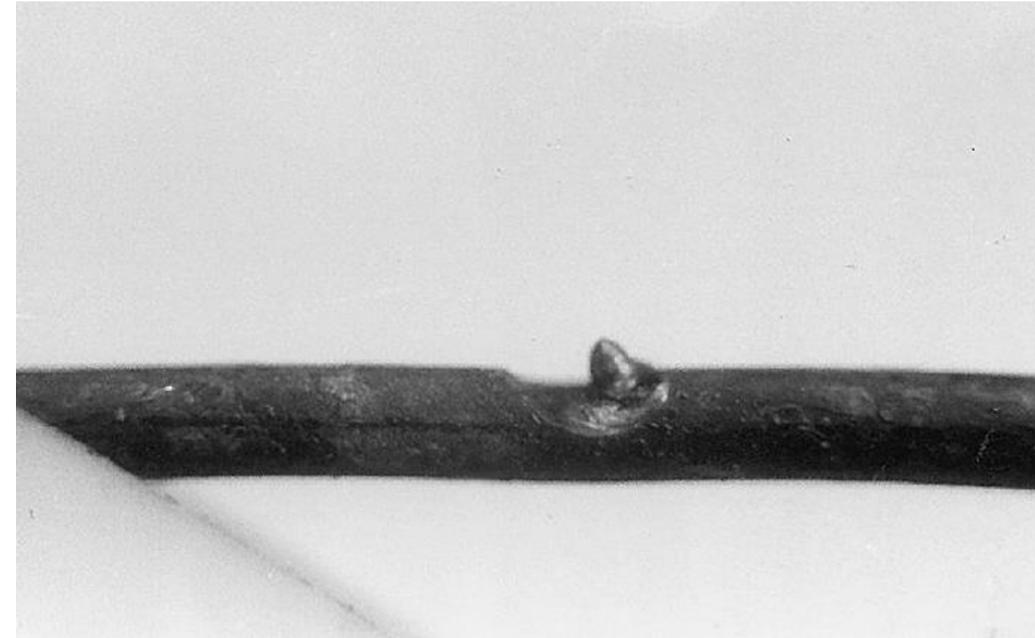

FIGURA 9.10.2 Un conductor de cobre sólido con una muesca debida a un cortocircuito.
Un conductor de cobre macizo suele aparecer como si tuviera una muesca con una lima redonda, como se muestra en la Figura 9.10.2. La muesca puede o no cortar el conductor. El conductor se romperá fácilmente en la muesca al manipularlo. La superficie de la muesca puede verse mediante un examen microscópico que se ha derretido. A veces, puede haber una proyección de cobre poroso en la muesca.
9.10.2.2 Los conductores trenzados, como los cables de lámparas y aparatos, parecen mostrar efectos de cortocircuitos y fallas a tierra que son menos consistentes que los de los conductores sólidos. Un conductor trenzado puede presentar una muesca con solo algunos de los hilos cortados, o todos los hilos pueden cortarse con hilos fusionados entre sí o hebras individuales fundidas. (Ver Figura 9.10.2.2)